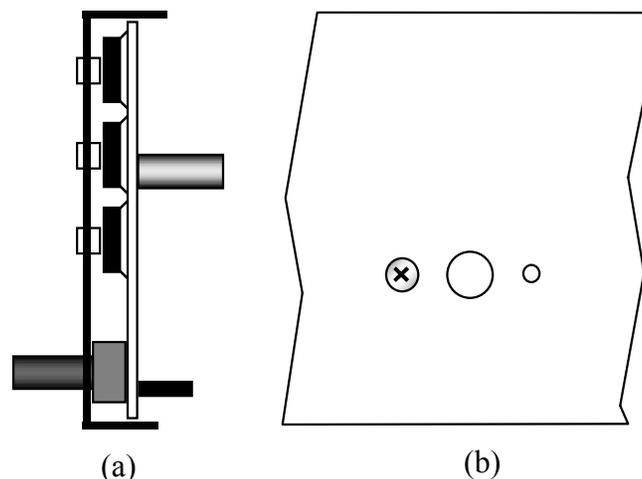

Figura 5-17
- Inserte la PCI del panel frontal que ha montado, en el interior del Panel Frontal. Los pulsadores de los interruptores deben sobresalir ligeramente tal y como se muestra en la vista lateral, Figura 5-17 (a).
- El separador situado en la PCI debería ser visible a través del agujero que hay justo a la izquierda del orificio para el codificador. Asegure el panel a este separador utilizando el único tornillo de cabeza plana 4-40 x 3/16" (4.8 mm) como se muestra en la Figura 5-17 (b).